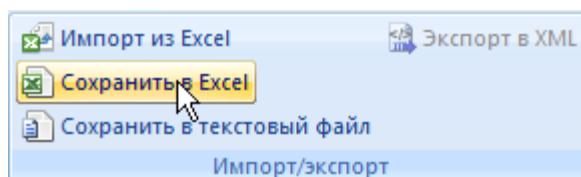

Рис. 17-80 – Панель «Импорт/экспорт»
4) Нажать кнопку «Сохранить в Excel» панели «Импорт/экспорт» (рис. 17-80).